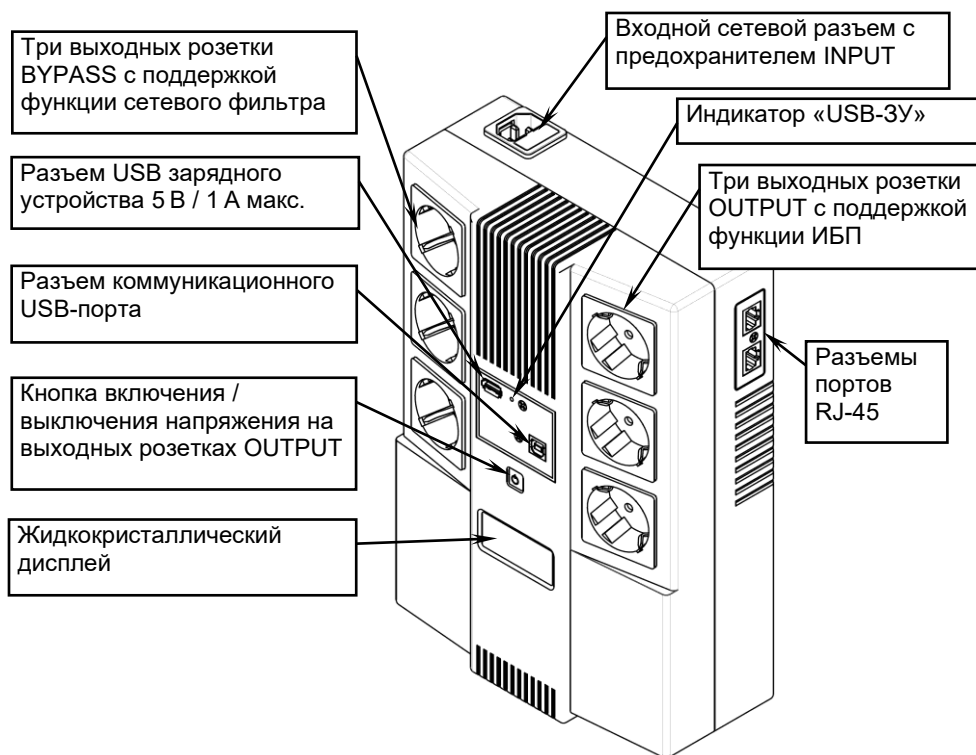

Рисунок 1 – Общий вид изделия спереди
- возможность оперативного выключения/включения напряжения на выходах с функцией ИБП кнопкой, размещенной на передней панели (см. рисунок 1).
Источник имеет (см. рисунок 1):
После подключения изделия к источнику сетевого напряжения (см. раздел УСТАНОВКА И ПОДКЛЮЧЕНИЕ) включается индикатор «USB-3У» (см. рисунок 1), на выходных розетках BYPASS (с функцией сетевого фильтра) появляется выходное напряжение, изделие осуществляет заряд встроенной АКБ, зарядное устройство USB активно.
Включение ИБП осуществляется кнопкой  (см. рисунок 1). После включения, в течение некоторого времени тестируется состояние входного сетевого напряжения, звучит длинный звуковой сигнал, все индикаторы светятся. Если уровень сетевого напряжения находится в допустимом диапазоне, изделие подает выходное напряжение на розетки OUTPUT, символы режима работы от АКБ и режима неисправности гаснут, символ режима работы от сети остается включенным. В противном случае ИБП включается в режим питания от АКБ (режим «РЕЗЕРВ»), символ режима работы от сети гаснет, а символ режима работы от АКБ остается включенным. Зарядное устройство USB остается активным.
Подключение изделия следует выполнять при отключенном сетевом напряжении питания в следующей последовательности (см. рисунок 1):